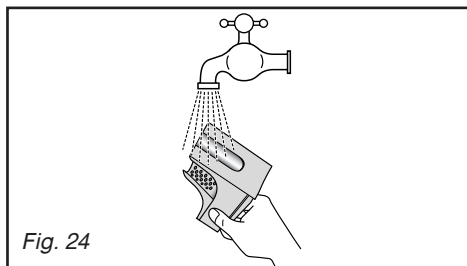

Fig. 24
- rincez-le sous le robinet (Fig. 24)